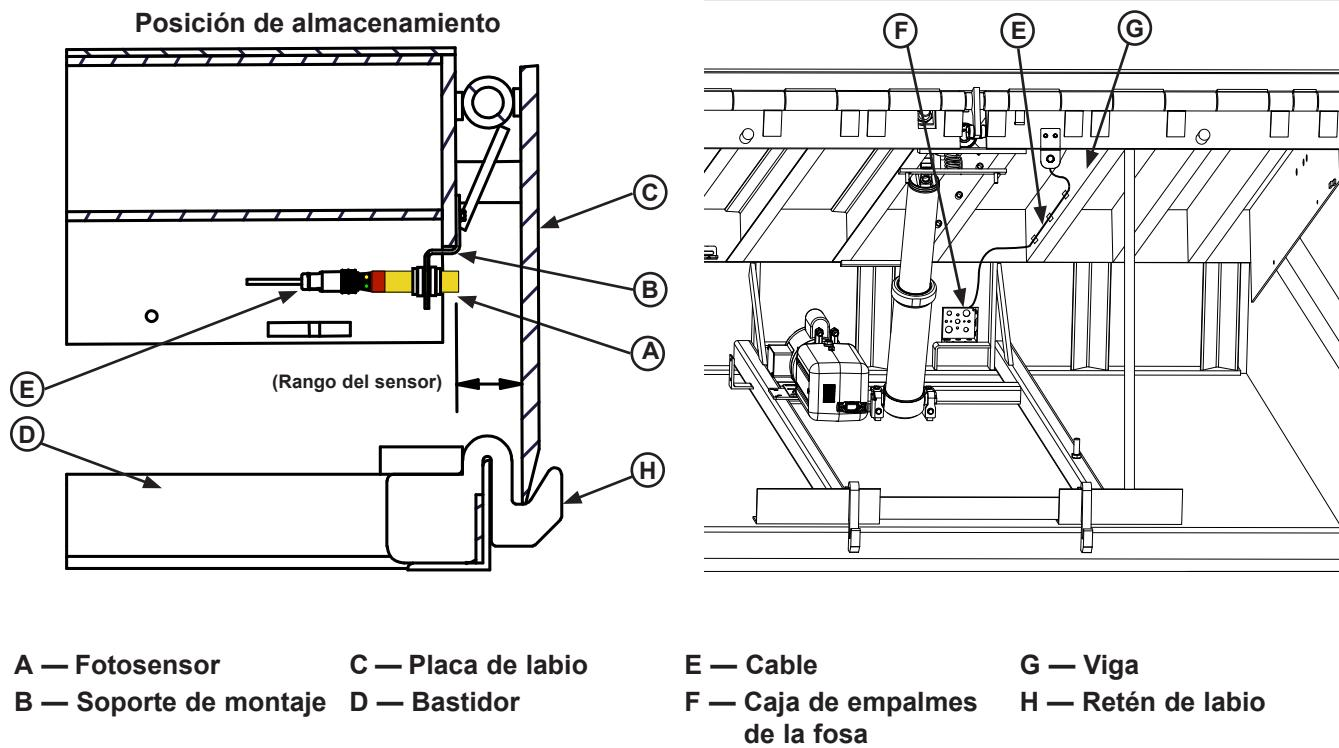

Figura 39
1. Asegúrese de que el nivelador de muelle esté elevado y que esté colocado el apoyo de mantenimiento detrás de la placa de cabezal. Consulte la **Figura 39**.